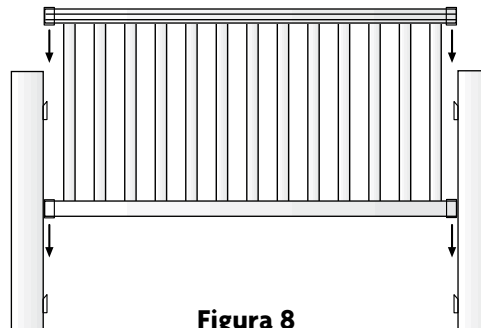

Figura 8
13. Con la balastrada directamente encima de las cuatro piezas con espiga, baje el barandal lentamente para que los soportes encajen simultáneamente en las las porciones de espiga (Figura 8).